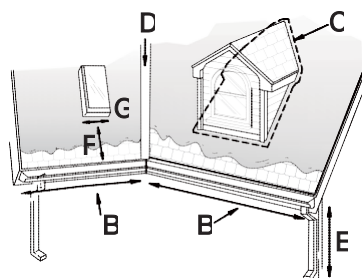

Figure B-3. Prises de mesures du toit
ÉTAPE 1. Pour chaque zone figurant au Tableau B-5, mesurez les dimensions requises (voir la Figure B-1 à la page 17 et la Figure B-3) et calculez la longueur de câble nécessaire. Additionnez le résultat obtenu (calculé) pour chaque «zone» pour déterminer la longueur totale de câble nécessaire.